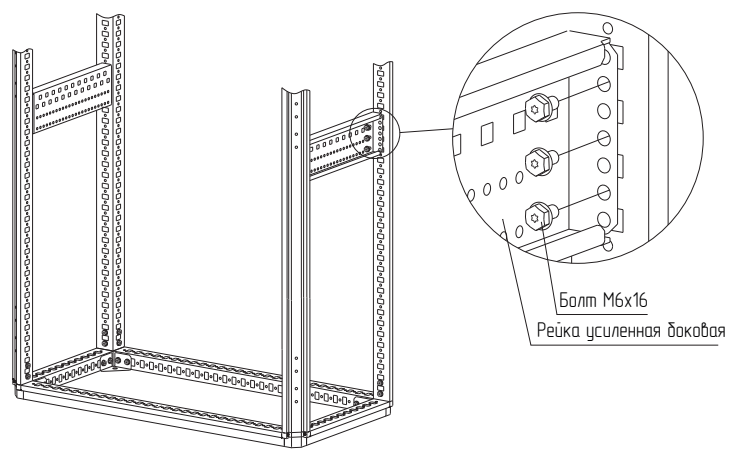

Рисунок 36
4.20.2 Установите рейку, усиленную на соответствующую высоту и закрепите болтами М6х16 (рисунок 36) Момент затяжки – 7 Н·м. Болты приобретаются отдельно.